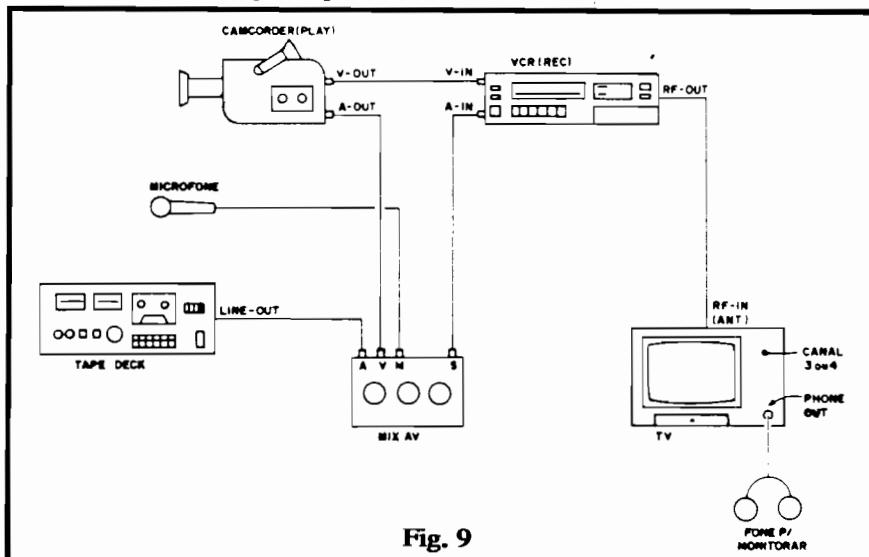

Fig. 9
- **FIG. 9** - Alterando a trilha sonora original de uma fita de vídeo gravada em filmadora (**camcorder**), usando a própria **camcorder** como "VCR 1", com superposição opcional de narração (via microfone) e de música de fundo incidental (proveniente de fita de áudio pré-gravada). **EQUIPAMENTOS NECESSÁRIO** (além do MIX-AV): **camcorder** (com a fita por ela gravada em filmagem...), VCR, microfone (dinâmico é melhor), **tape deck**, TV (para moni-